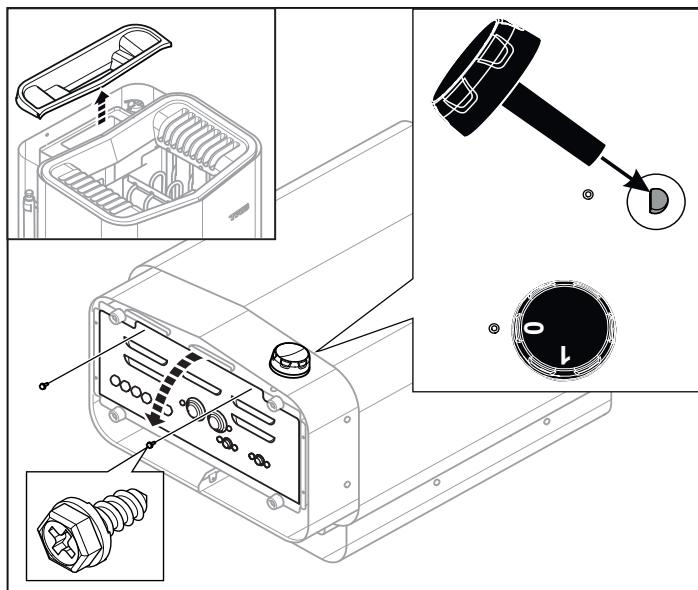

Fig 9: Öppna/stänga luckan
2. Ta bort locket till vattentanken och lägg aggregatet med fronden upp. Montera vredet (se Fig 9).
3. Lossa skruvarna och öppna luckan (se Fig 9).
8. Stäng luckan och skruva i skruvorna (se Fig 9).